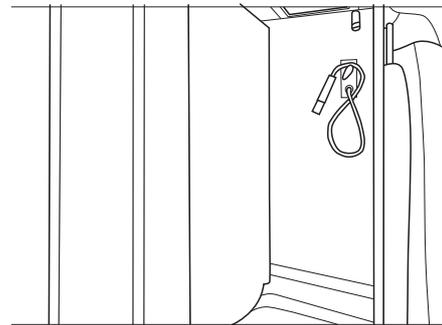

Bild 68 Dusche (Abbildung ähnlich)
Das Badezimmer unterteilt sich in zwei Bereiche. Bild 67 zeigt die Toilette mit Waschbecken, Bild 68 zeigt die Dusche im Badezimmer.
- Schwenkwand linker Anschlag für die Benutzung der Dusche, siehe Bild 68